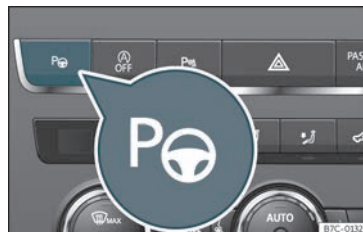

Fig. 177 Na parte superior da consola central: tecla para conectar o sistema de aparcamento asistido.
Os compoñentes do sistema aparcamento asistido son os sensores de ultrasóns localizados nos paragolpes dianteiro e traseiro, a tecla **P**  **fig. 177** para conectar e
pantalla do cadro de instrumentos >>> **fig. 178**. Tamén se amosa a visualización reducida doutros modos de aparcamento posibles >>> **fig. 179**. Se o modo seleccionado polo sistema non se corresponde co modo desexado, pódese seleccionar outro modo premendo de novo a tecla **P** >>> **fig. 177**.
• Prema a tecla **P**»» **fig. 177**. Cando o sistema está conectado, ilumínase un indicador de control na tecla **P**.